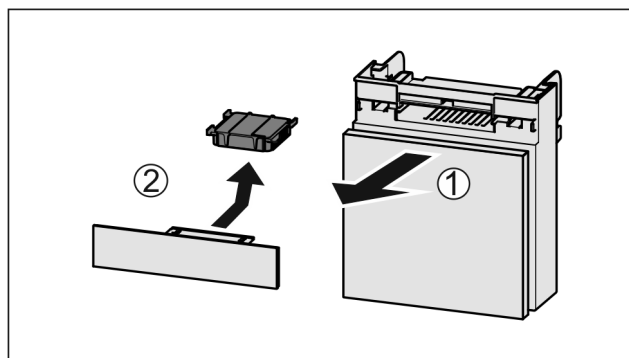

Fig. 272
- Træk rummet fremad Fig. 272 (1).
- Tag aktivkulfilteret Fig. 272 (2) ud.